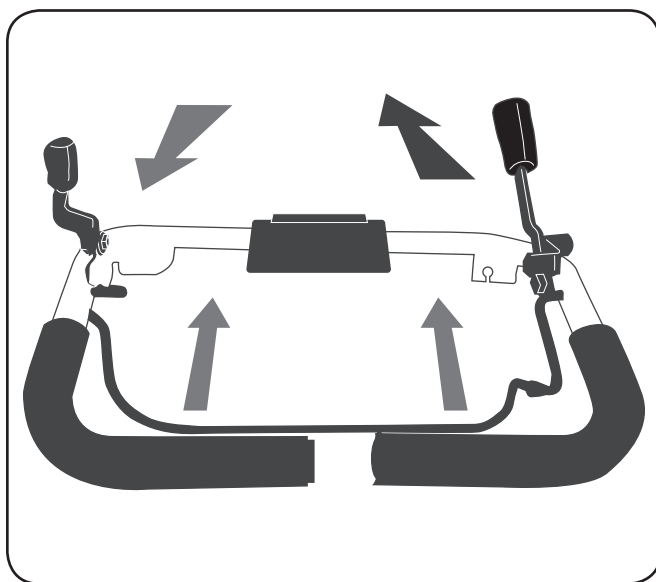

Figure 5-3
- a. Déplacez la commande du neutre vers l'arrière (à la position engagée) et serrez la commande d'embrayage des dents contre la poignée; les dents et les roues tourneront vers l'avant. Voir Figure 5-3. Pour arrêter les dents et les roues, relâchez la commande d'embrayage des dents.